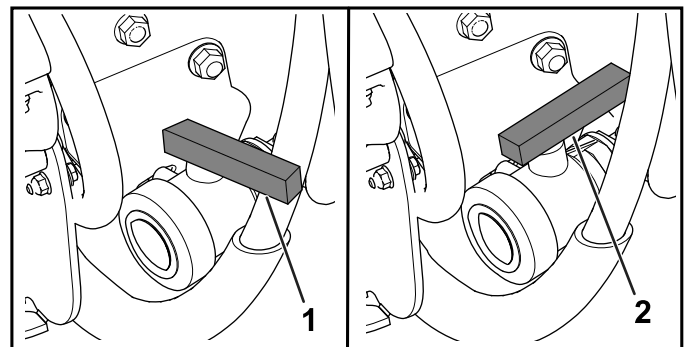

Bild 77
3. Öffnen Sie das Ventil und lassen alle nicht verwendete Lösung aus dem Behälter (**Bild 77**) aus.
4. Schließen Sie das Abflussventil (**Bild 77**).